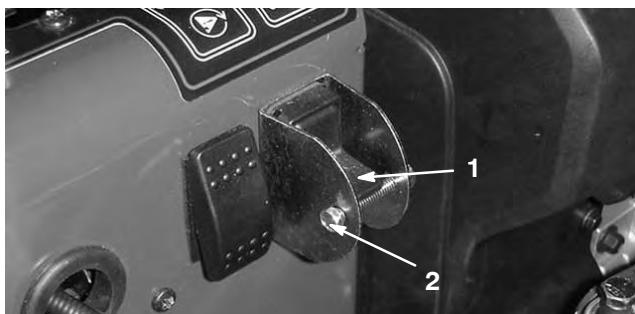

Bild 30
3. Entfernen Sie die Arretierkopschraube und die Mutter vom Auswahlschalter (Bild 30).